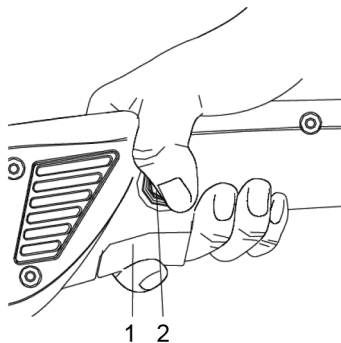

Рис. 6
Чтобы включить инструмент, просто нажмите на курок выключателя (поз. 1, рис. 6). Для выключения инструмента отпустите курок выключателя.
При длительной работе курок выключателя можно зафиксировать во включенном положении. Для этого нажмите на курок (1), затем нажмите на кнопку фиксации курка (2) и не отпуская кнопку отпустите курок выключателя. Курок выключателя заблокируется во включенном положении и его можно будет не удерживать во время работы. Для разблокировки курка нажмите и отпустите курок выключателя (рис. 6).